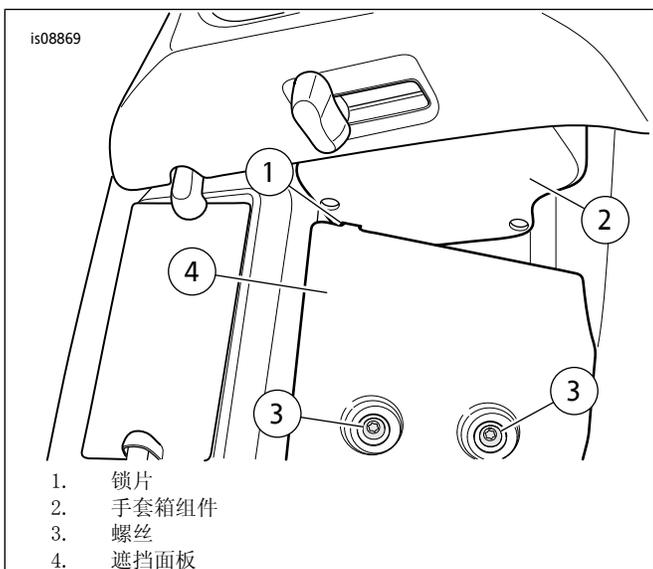

图2。锁片和遮挡面板
2. 参见图2。从前侧拆下螺丝(3)、遮挡面板(4)和手套箱(2)。断开通气门连杆。